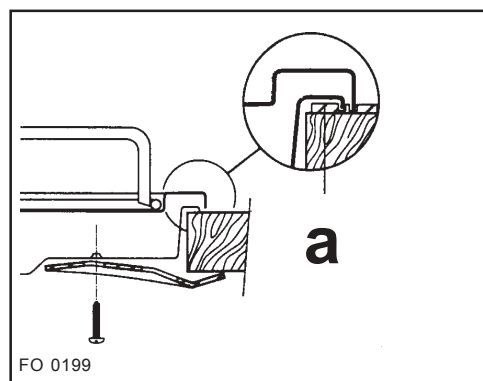

Fig. 13
- fissate il piano al mobile con gli appositi squadretti (vedi Fig. 13). La trazione delle viti è sufficiente a tracciare il sigillante, il cui eccesso potrà così essere agevolmente asportato.